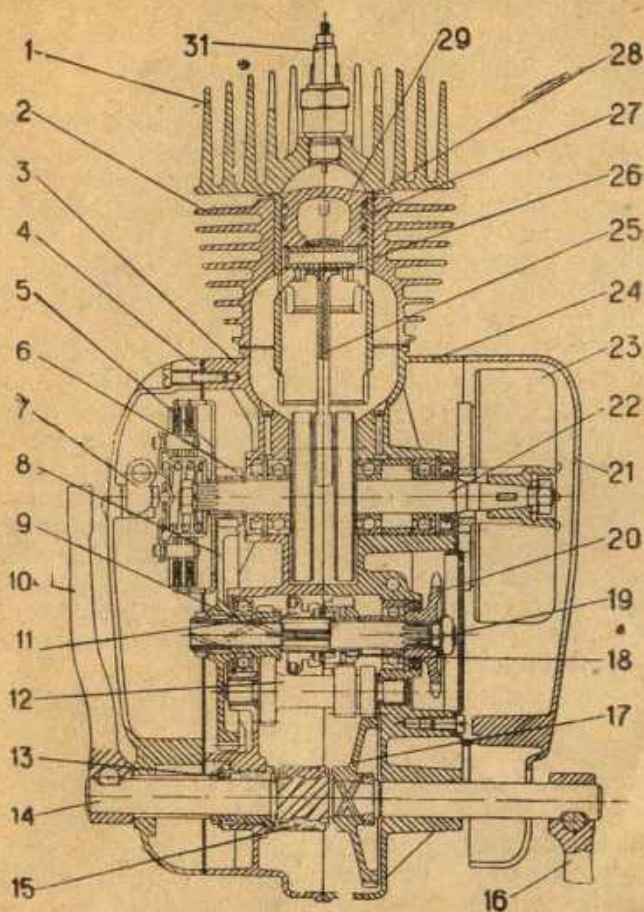

Рис. 2 — Двигатель (разрез).
Двигатель (рис. 2 и 3) состоит из следующих основных частей: картера, головки цилиндра, цилиндра, кривошипно-шатунного механизма, муфты сцепления, коробки передач, пускового-тормозного механизма, электрооборудования, а также систем питания и выхлопа газов.
Вращение через педали и шатуны передается валу 14 (рис. 2). При помощи резьбового соединения храповая муфта 15, которая предохранена от вращения специальной пружиной, передвигается вправо, торцевые зубцы ее входят в зацепление с торцевыми зубцами пусковой шестерни. Пусковая шестерня через коробку передач и муфты сцепления приводит в движение кривошипно-шатунный механизм. Когда двигатель начинает работать, храповая муфта выходит из зацепления с пусковой шестерней.
2. Если муфта переключения передач 11 (рис. 2) не входит полностью в зацепление с первичным валом 9, поворотом регулировочного винта, расположенного на руле, отрегулировать натяжение троса (винт ввернуть).